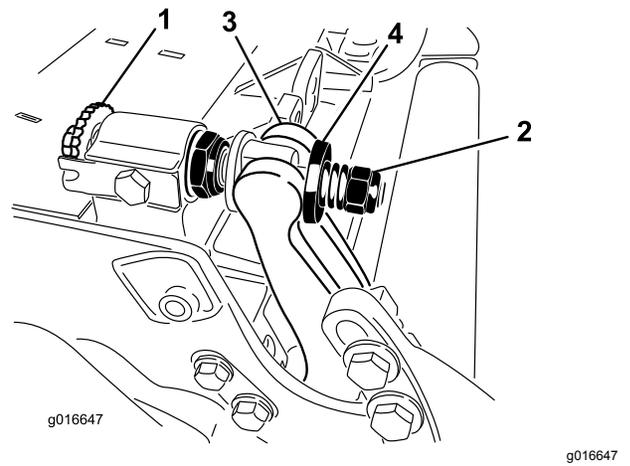

Bild 31
2. Drehen Sie die Federspannungsmutter so weit hinaus, bis die Scheibe nicht mehr gegen den Untermesserträger angespannt ist (Bild 31).
1. Drehen Sie die Einstellschrauben des Untermesserträgers nach links, um den Abstand zwischen Untermesser und Spindel zu vergrößern (Bild 31).